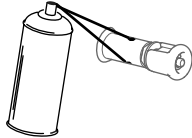

Figura 22
1. Pulverice el aceite penetrante en aerosol en los orificios superior e inferior de cada uno de los pasadores rápidos (Figura 22).